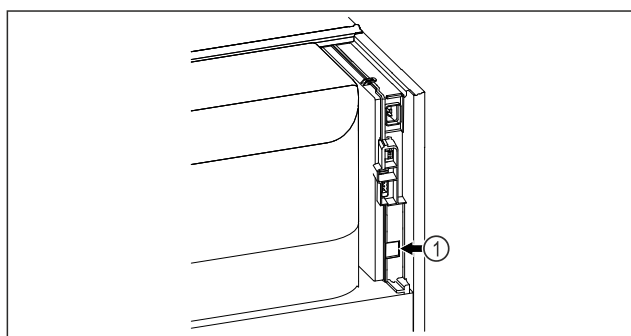

Fig. 180
- SmartModule Fig. 180 (1) este instalat.